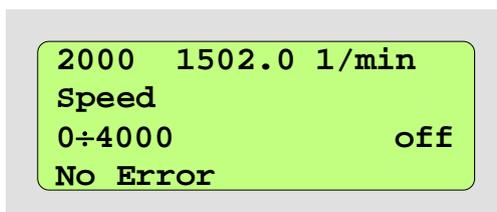

Abbildung 1: LCD im Programmer-Modus
- im Programmer-Modus, vgl. hierzu den Abschnitt ↑ 4.2 Programmer-Modus, Displayaufbau entsprechend Abbildung 1,